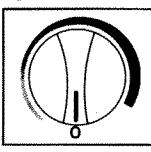

Fig.14
- Pour arrêter le congélateur, (discontinuer le refroidissement), tournez la commande du thermostat à la position "0" (off). Voir la Fig.14.